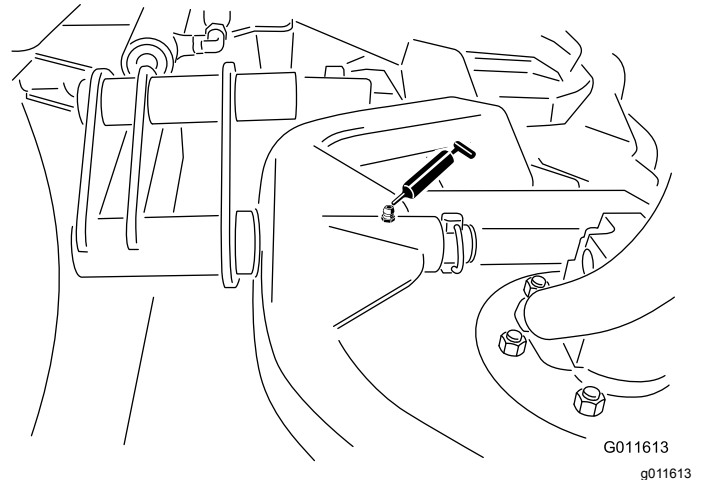

Figure 62
- Pivot de bâti porteur de plateau de coupe (x 1)—Figure 62